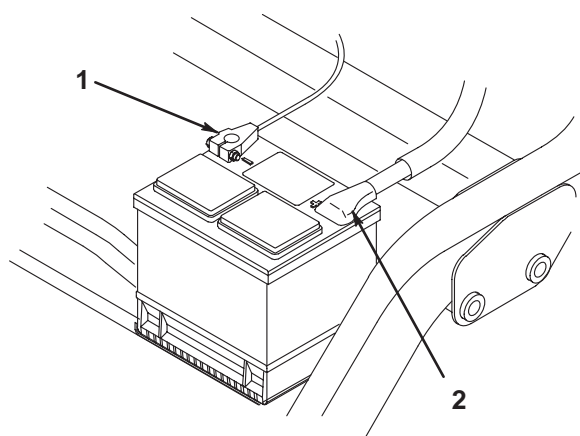

図 4
4. バッテリーの（+）端子に赤い（+）ケーブルを、（-）端子には黒いケーブルを接続し、それぞれキャップスクリューとナットで固定する（図4）。ショート防止のために（+）端子にはゴムキャップを被せておく。